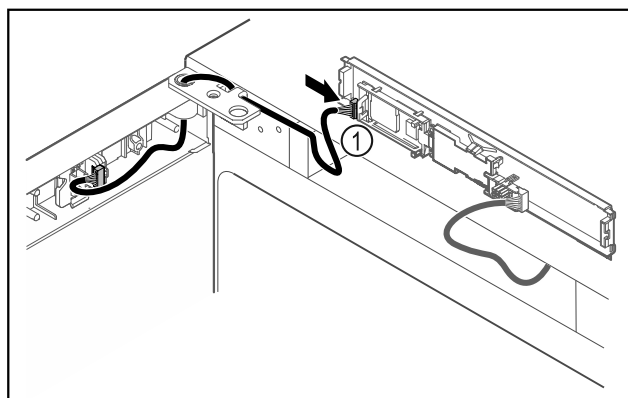

Fig. 45
- Enchufar el conector Fig. 45 (1) en la platina.